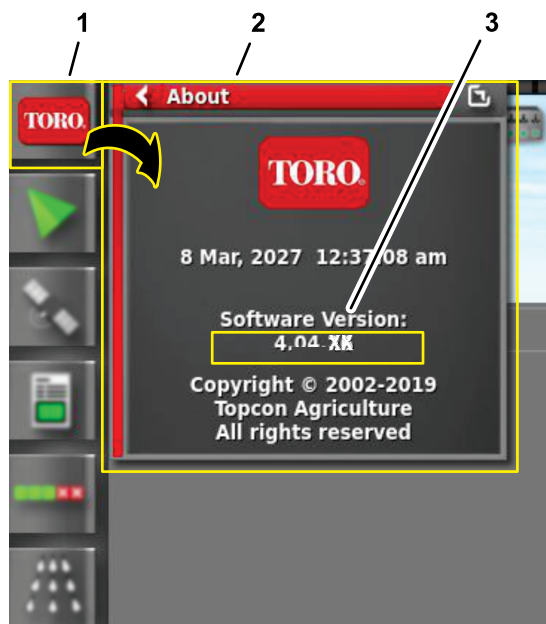

Figure 158
2. Appuyez sur l'icône ABOUT (à propos) (Toro) en haut à gauche de la console de commande (Figure 158).